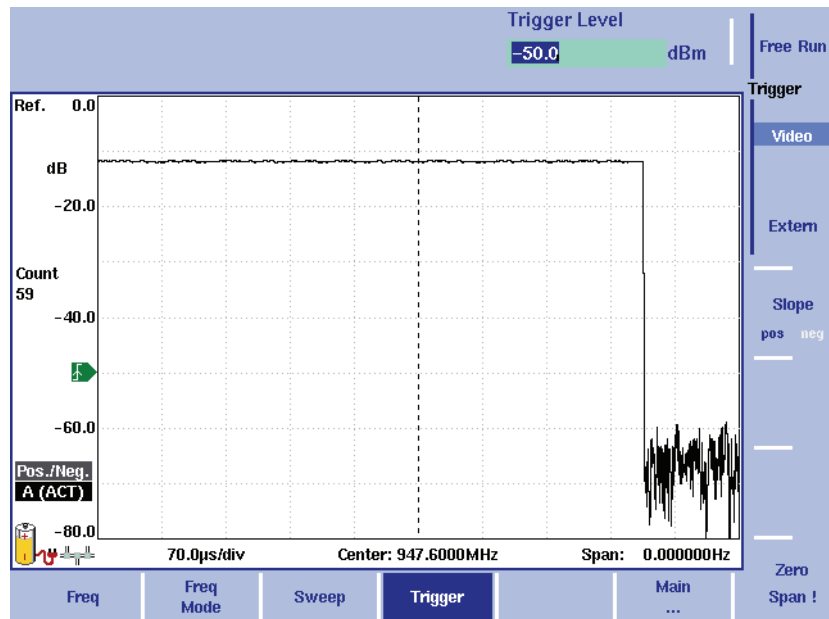

Abb. 35 Ausgelöste Messung (im Zeitbereich)
Die horizontale Achse wird die Zeitachse. Die Skalenbreite ist identisch mit der Wobbelzeit. Ein Beispiel finden Sie in Abbildung 35 auf Seite 136.
- 4 Ggf. die Flanke zwischen positiver und negativer Richtung durch Drücken des Softkeys **Slope** ändern. Die aktive Flanke wird auf der Leistungsachse mit folgendem Symbol dargestellt (siehe auch Abbildung 35):